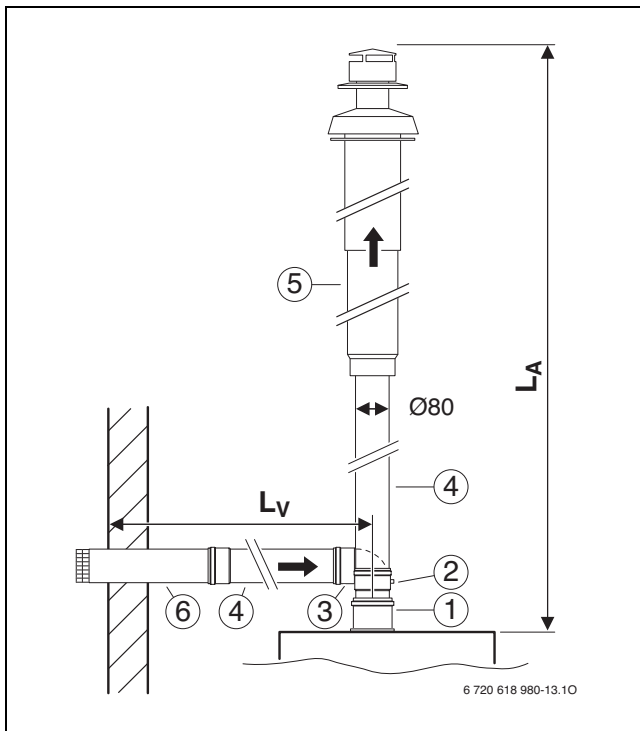

Fig. 13
- Configuration des conduits suivant C₅₂ (Fig. 13):